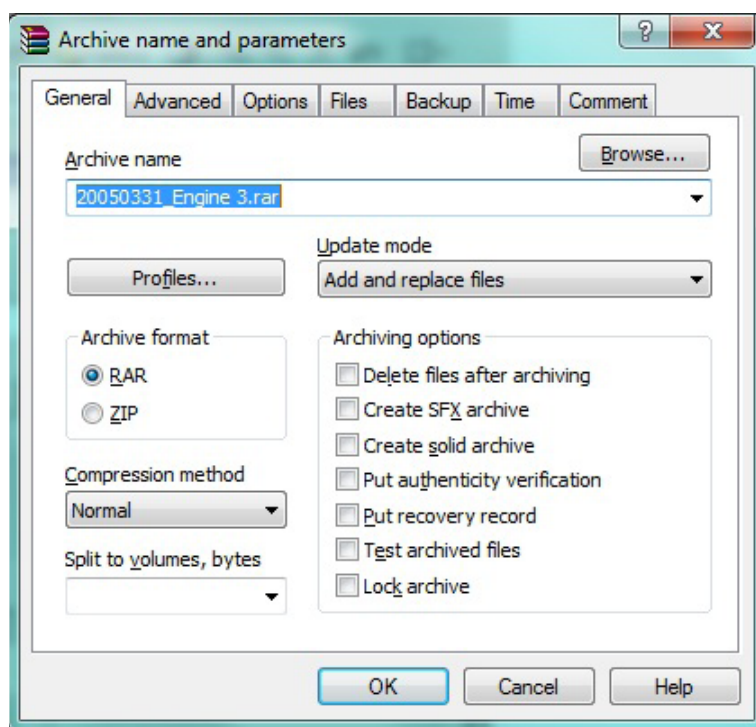

Fig. 3.12. Screenshot
- 3) Klicken Sie auf "OK" (siehe Abb. 3.12.) und die Datei *.log wird automatisch komprimiert und eine neue Datei *.rar mit dem gleichen Präfix-Dateinamen wird erstellt.